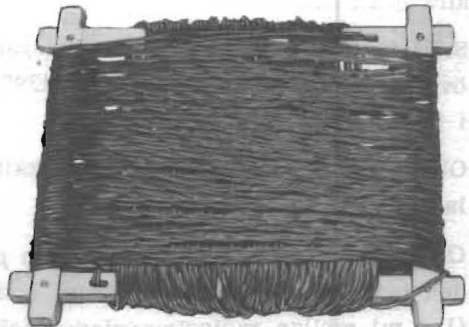

Bild 23.
- Anslut telefonen till kontrollpanelen med telefonkabeln som förvaras i kabelsäck, upplindad på en vinda (bild 23).